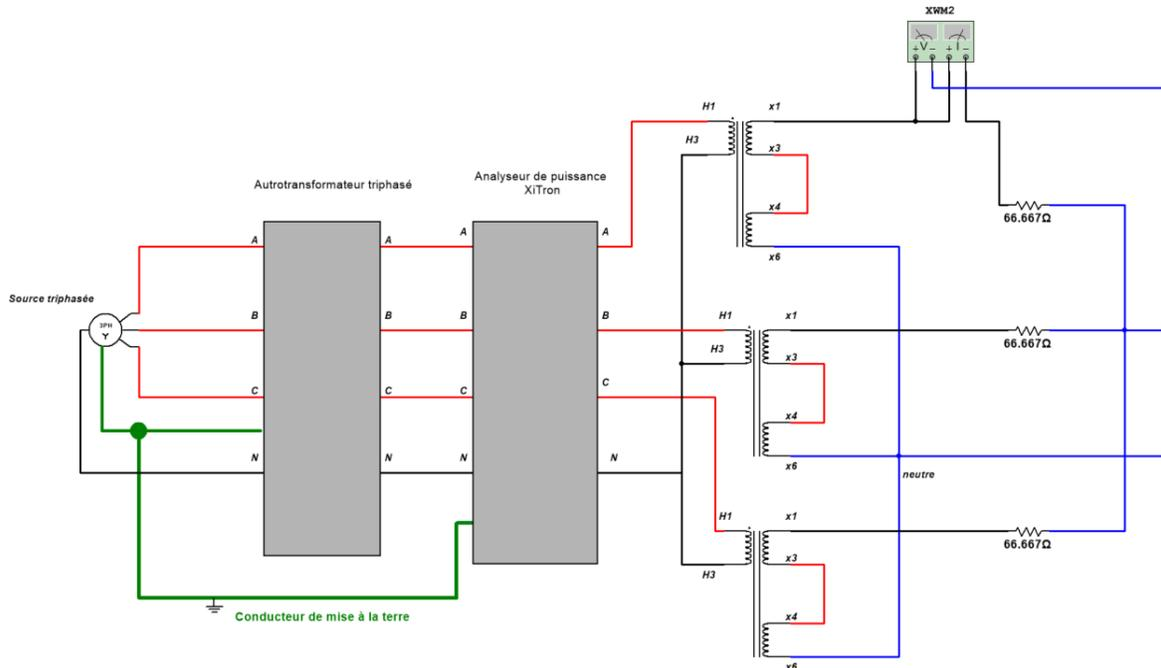
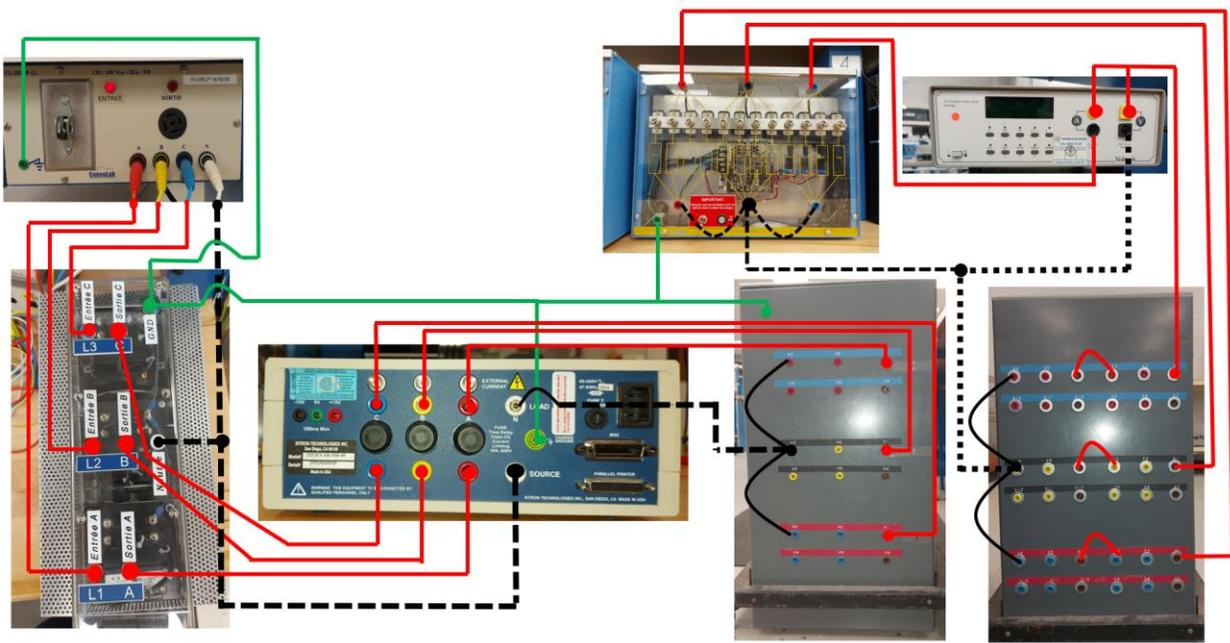

Figure 20. Schéma de principe pour l'expérience 4
Figure 21. Schéma de montage pour l'expérience 4
Comme dans le cas du transformateur monophasé, il sera rajouté une charge triphasée résistive avec des résistances de  $66,667 \Omega$  par phase. Le schéma de principe est montré sur la **Figure 20**. L'analyseur de puissance monophasé mesure cette fois-ci le courant de ligne au secondaire et la tension de phase. Le schéma de montage pour l'expérience 4 est montré sur la **Figure 21**.
**DANGER :** Assurez-vous que le disjoncteur du panneau est toujours à la position « OFF » avant de réaliser le schéma de montage de la **Figure 21**.